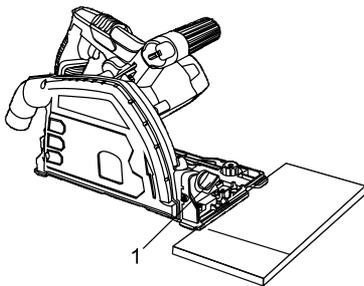
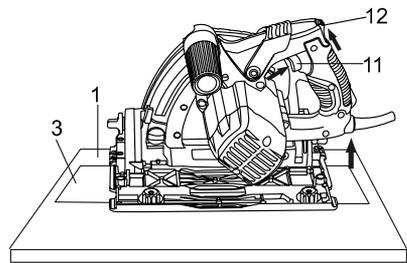
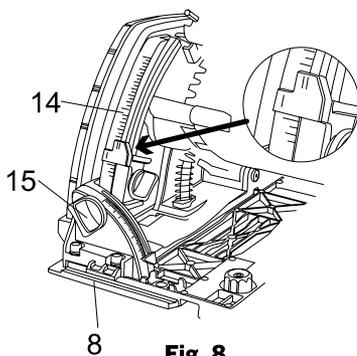

Fig. 6
Fig. 7
Fig. 8
2. Placez la scie sur la pièce (1) de façon à ce que la plaque de base soit à plat sur la pièce (Fig. 6).
3. Alignez la lame de scie avec la ligne de coupe (3).
4. Appuyez sur le dégagement de plongée (12) et la gâchette de l'interrupteur (11) pour démarrer la scie et abaissez lentement la lame sur la pièce pour permettre à la lame de couper dans la pièce (Fig. 7). Laissez la lame couper dans le bois.
Modifiez la profondeur de la coupe en desserrant le bouton de verrouillage de profondeur (15), (Fig.8). La plaque de base (8) est maintenant libre de s'ajuster à la profondeur requise lorsque vous appuyez sur le dégagement de plongée (12). (Fig. 7)
Ajustez la plaque de base à la profondeur requise à l'aide de l'échelle de profondeur (14) ou d'une règle et resserrez le bouton de verrouillage de profondeur à la base afin que cette profondeur ne puisse pas être dépassée. (Fig. 8)